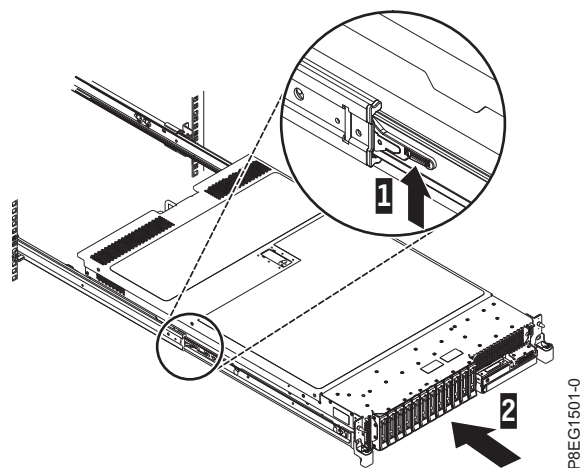

Figura 8. Levante los pestillos de liberación y empuje el servidor en el bastidor
3. Levante los pestillos de liberación azules (1) de los rieles deslizantes y empuje el servidor (2) totalmente hacia el interior del bastidor hasta que quede encajado en su sitio. Para obtener detalles, consulte Figura 8.